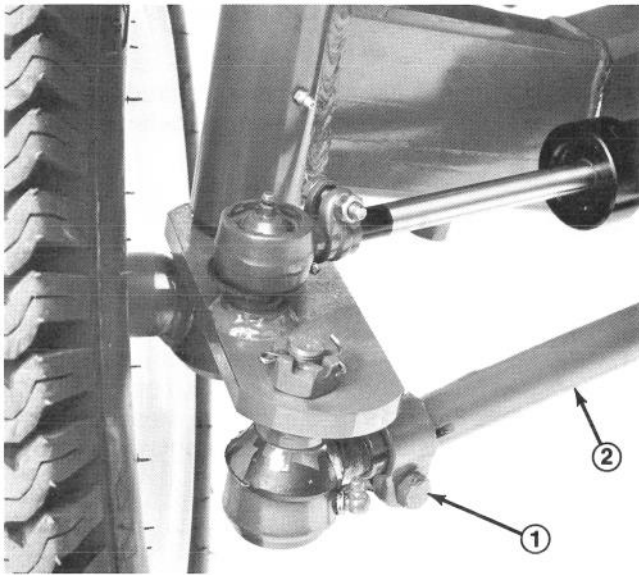

Bild 50
2. Die Klemmschrauben an beiden Enden der Spurstangen lockern (Bild 50).
3. Die Spurstange (Bild 50) zum nach Innen- oder Außenbewegen der Vorderseite der Reifen drehen.